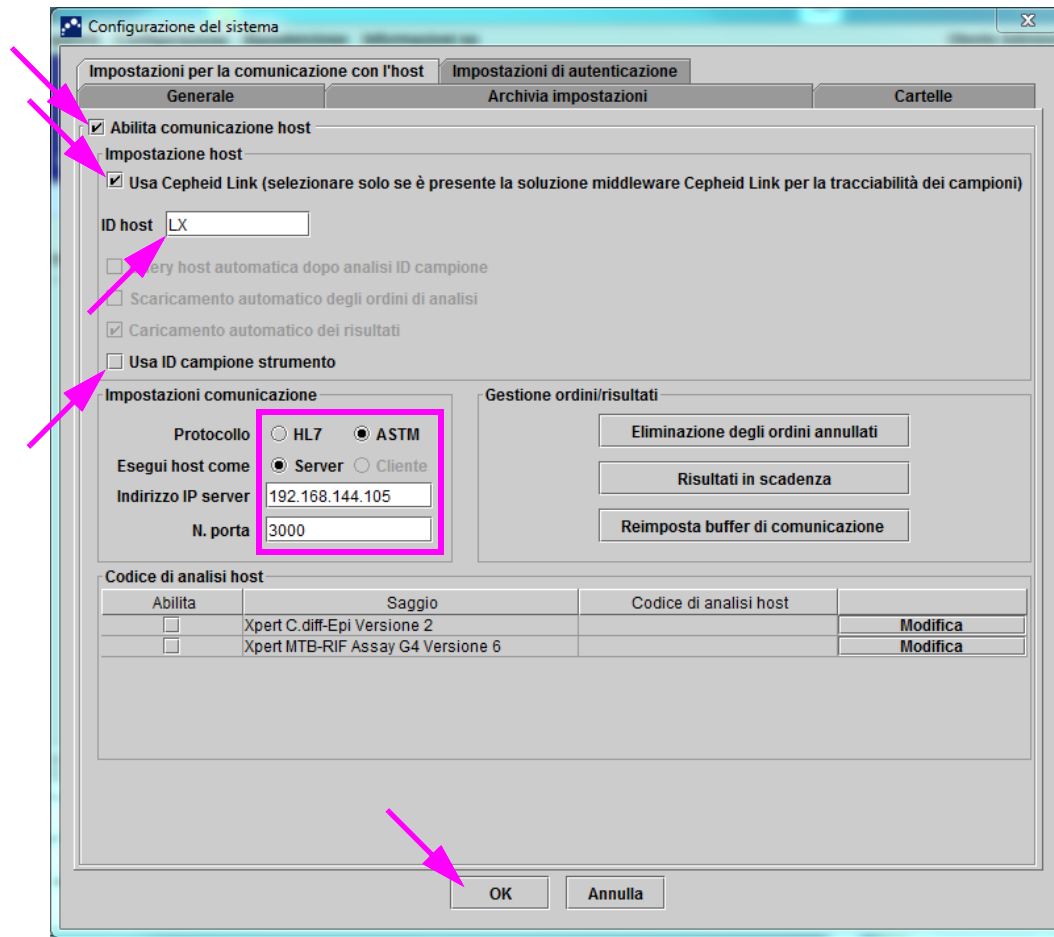

Figura 2-82. Area di lavoro delle impostazioni di comunicazione con l'host configurata per Cepheid Link
2. Selezionare il pulsante **Impostazioni per la comunicazione con l'host** (vedere la Figura 2-82) per visualizzare l'area di lavoro Impostazioni delle comunicazioni con l'host. Vedere la Figura 2-82.
3. Per abilitare la comunicazione con l'host, selezionare la casella di controllo **Abilita comunicazione host** nell'angolo in alto a sinistra dell'area di lavoro (vedere la Figura 2-82). Ciò consente all'operatore di selezionare altre opzioni sulla schermata Impostazioni per la comunicazione con l'host.
4. Selezionare la casella di controllo **Usa Cepheid Link** per impostare la comunicazione con l'host per Cepheid Link. Dopo aver selezionato la casella di controllo **Usa Cepheid Link**, la maggioranza dei parametri di configurazione verranno impostati automaticamente. Vedere la Figura 2-82.
8. Una volta impostate le comunicazioni con l'host per il server Cepheid Link, selezionare il pulsante **OK**. Vedere la Figura 2-82.